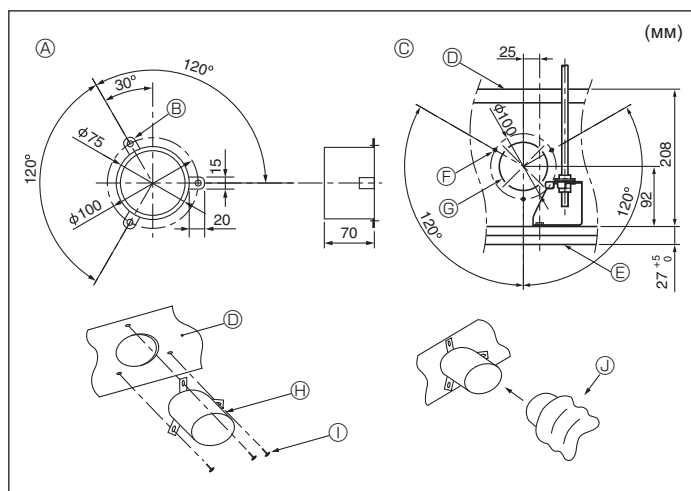

Fig. 4-3
4.3. Установка короба (в случае использования впуска свежего воздуха) (Fig. 4-3)